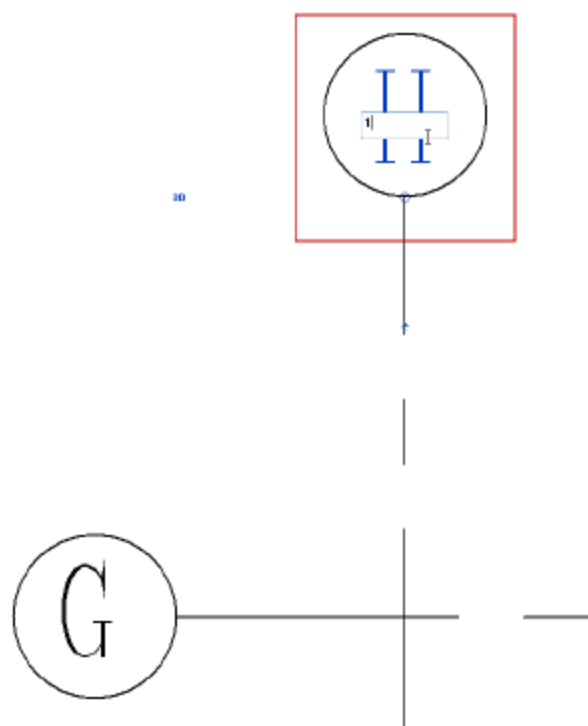

图 1.3.10 更改轴号名称
(8) 更改轴号名称。双击已经绘制好的垂直轴头，在在位编辑框中输入 1 轴，如图 1.3.10 所示。垂直方向的轴线是以数字命名的。